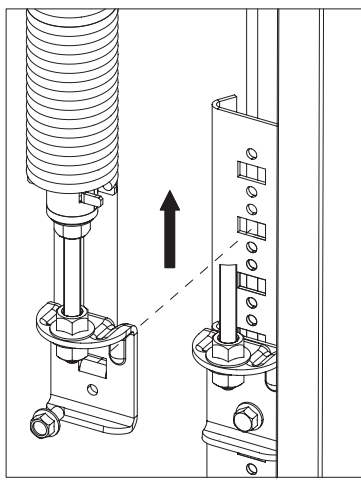

Рис. 19.1
- в случае если ворота самопроизвольно движутся вверх, необходимо ослабить натяжение пружин в соответствии с рис. 19.1.